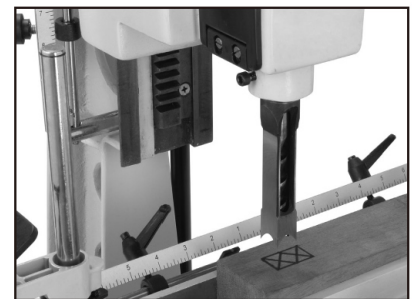

Рис. 13
2. С помощью органов перемещения стола установите резец на линию разметки (Рис. 13), отрегулируйте глубину и рукоятки фиксации стола.